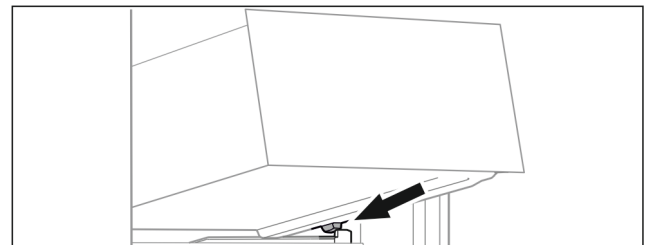

Fig. 100
- ▶ Schubfach schräg hinter den Stoppern auf Behälterrippe aufsetzen. (siehe Fig. 100)